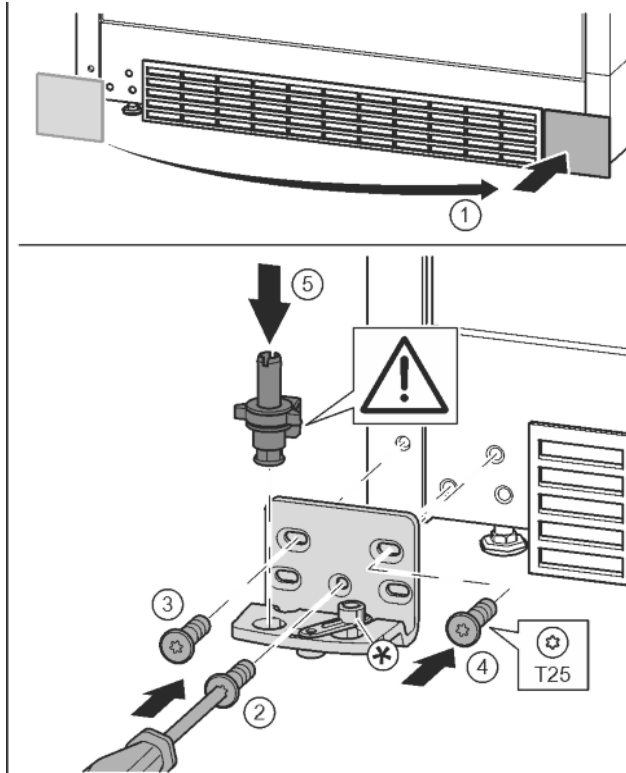

Fig. 14
- ▶ Enlever le cache et le mettre de l'autre côté. Fig. 14 (1)
- ▶ Poser le support de palier de l'autre côté et le visser à l'aide d'un tournevis T25. Commencer par la vis 2 en bas au milieu. Fig. 14 (2)
- ▶ Visser les vis 3 et 4. Fig. 14 (3, 4)
- ▶ Mettre en place l'axe de palier complet. Veiller à ce que l'ergot d'enclenchement soit orienté en arrière. Fig. 14 (5)